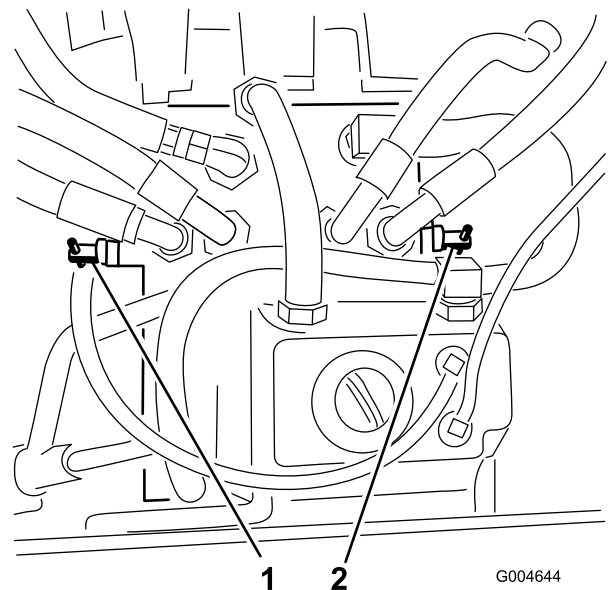

Figura 26
2. Localice las válvulas de desvío (Figura 26) y gire cada válvula una vuelta en sentido antihorario.
4. Cierre las válvulas girando cada una 1 vuelta en sentido horario (Figura 26).